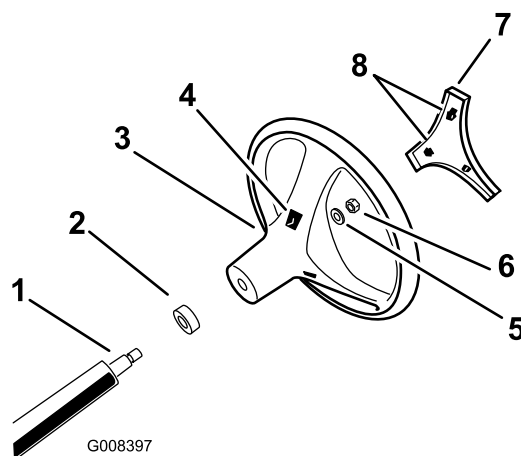

Bild 3
4. Befestigen Sie das Lenkrad mit der Sicherungsmutter an der Welle und ziehen diese mit einem Drehmoment von 24-29 Nm fest. Bild 3
5. Fluchten Sie die Nasen der Abdeckung mit den Schlitzen im Lenkrad aus und lassen Sie die Abdeckung an der Lenkradnabe einrasten (Bild 3).